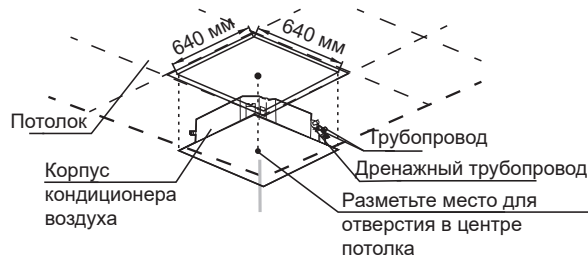

Рисунок 3.5
- 1. Сделайте в потолке квадратные отверстия 640 мм x 640 мм по монтажному трафарету (принадлежность 2). См. рисунок 3.5. См. доступ для технического обслуживания на рисунке 2.1.